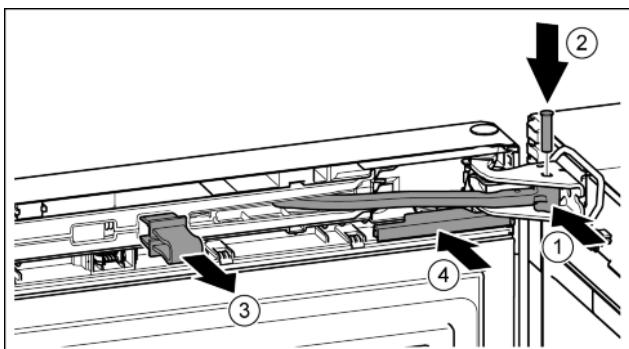

Fig. 21
- Повернуть шарнир в опорном кронштейне. Fig. 21 (1)
- Вставить палец в опорный кронштейн и шарнир. При этом следить за тем, чтобы выступ фиксатора занимал правильное положение в пазу. Fig. 21 (2)
- Снять предохранитель. Fig. 21 (3)
- Надвинуть крышку. Fig. 21 (4)